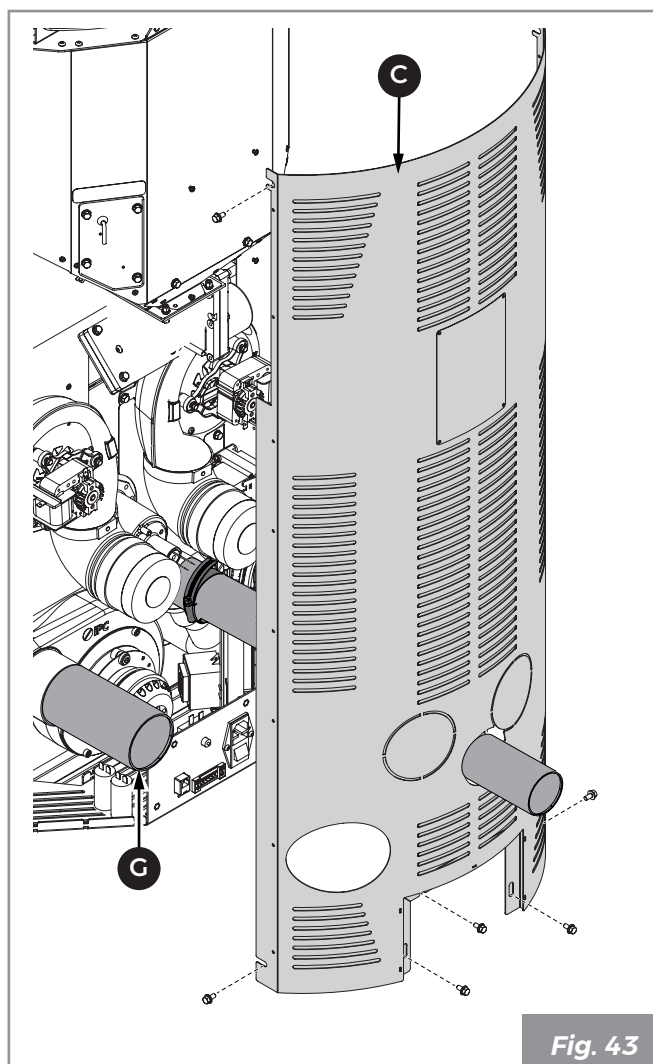

Fig. 43
- Raccorder le tube d'évacuation de la fumée **(G)** (Fig. 43).